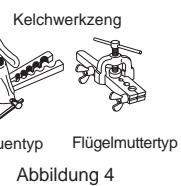

Abbildung 4
- 4) Kelchen (Abbildung 4, 5). Achten Sie darauf, dass das Kupferrohr die in der Tabelle angegebenen Abmessungen einhält. Wählen Sie A mm aus der Tabelle in Übereinstimmung mit dem verwendeten Werkzeug.